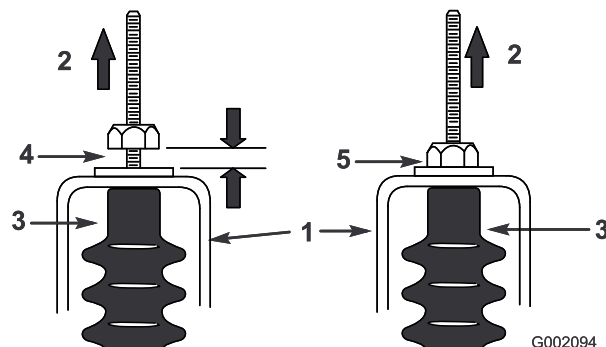

Figura 36
5. Tire hacia arriba de cada cable de cambio y asegúrese de que hay un espacio de 0,8-1,5 mm entre la tuerca/arandela y la pletina de punto muerto (Figura 36). Si no hay espacio, ajuste las tuercas hasta obtener un espacio de 0,8-1,5 mm.